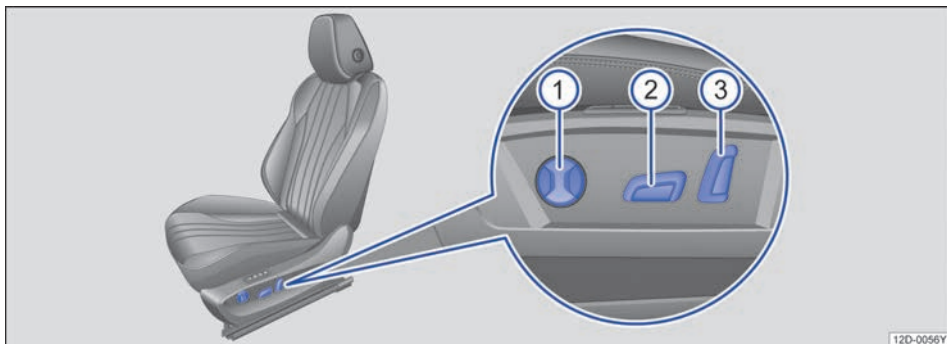
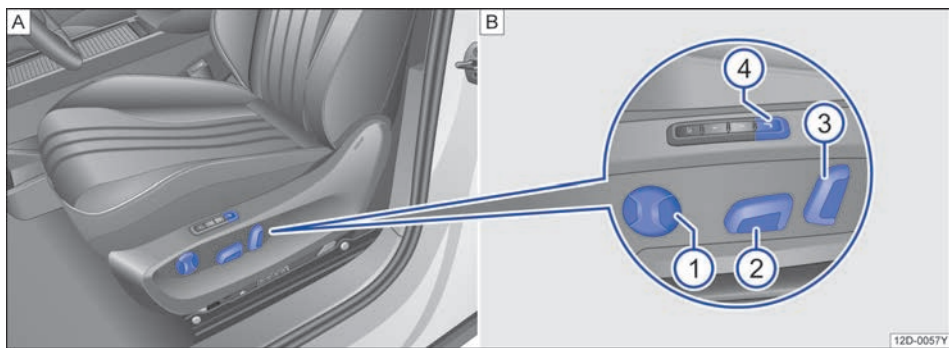

图 60 电动调整式座椅的操作元件
图 61 部分车型电动调整式座椅的操作元件
请移动相应的开关→图 60 或 →图 61，把座椅调整得与身材相适应。
- ① 调整腰部支撑。
- ② 调整座椅前后位置、座椅面高度和倾斜角度。
- ③ 调整座椅靠背倾斜角度。
- ④ 部分车型按摩功能操作：
打开：按下按钮→图 61 ④时，腰托先恢复到最后位置，再开始按摩。根据腰托当前所在位置不同，恢复过程最多持续 15 秒后，按摩功能启动。
关闭：再次按下按钮→图 61 ④关闭按摩功能。按摩停止后，腰托恢复到启动按摩功能前的位置。
按摩功能开启时，按下腰部支撑按钮→图 61 ①前后位置，可以调节按摩强度，按摩强度一共分三档。